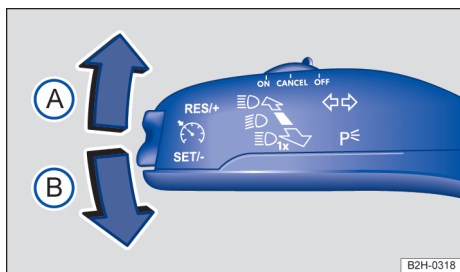

Fig. 75 À esquerda na coluna de direção: alavanca dos indicadores de direção e do farol alto.
- Trazer a alavanca dos indicadores de direção e do farol alto da posição central para a seguinte posição → Fig. 75.
- (A) Luz de estacionamento ligada à direita.
- (B) Luz de estacionamento ligada à esquerda.